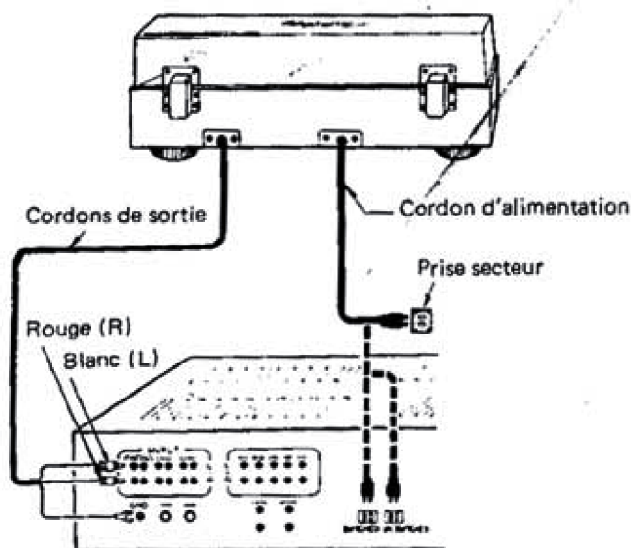

fig. 10
Avant de commencer les branchements, vérifier si l'alimentation de l'amplificateur est bien coupée, comme l'indique la fig. 10.
- Les cordons de sortie sont-ils bien branchés sur l'amplificateur? Voir la fig. 10 de la page 18
- Le fil de masse est-il bien raccordé à l'amplificateur? Voir la fig. 10 de la page 18
Le réglage convient-il à la cellule employée (tension de sortie)? Voir la fig. 10 de la page 18